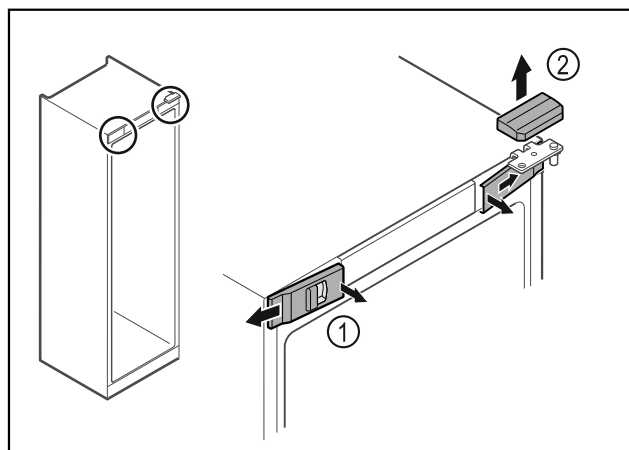

Fig. 9
- ▶ Pattintsa ki belül az elülső burkolatokat Fig. 9 [1], és tegye félre.
- ▶ Vegye le felfelé a felső burkolatot Fig. 9 [2].